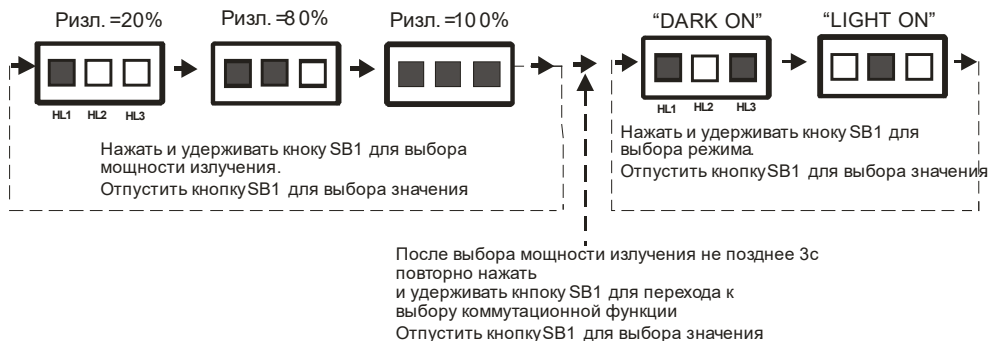

Рисунок 4 - Работа индикаторов при настройке выключателей
- 2) Нажать и удерживать кнопку программирования SB1 в течение 5-7с. Излучатель перейдет в режим программирования. Продолжить удерживать кнопку SB1. В окне индикации режимов (см. рис.2) светодиоды HL1, HL2, HL3 начнут поочередно загораться в соответствии с рис. 4, индицируя режим 20%, 80%, и 100% мощности.
- 6) Продолжить удерживать кнопку SB1. В окне индикации режимов светодиоды HL1, HL2, HL3 начнут поочередно загораться в соответствии с рис. 4, индицируя режим DARK ON или режим LIGHT ON.